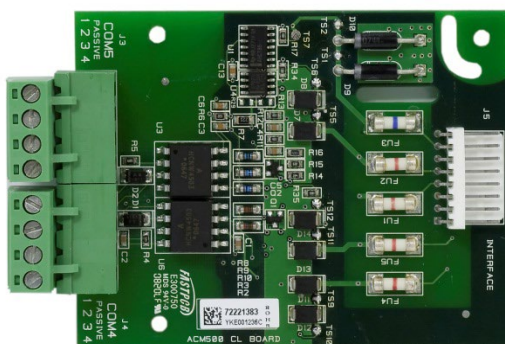
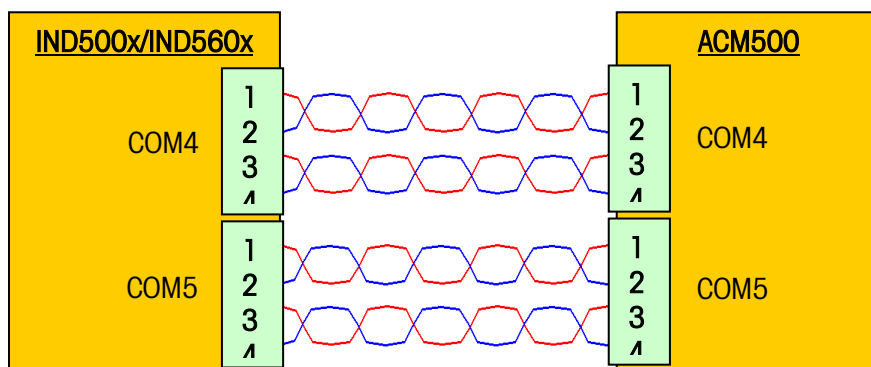

Figura 3-11: Placa de Interface de Circuito de Corrente
Figura 3-12: Fiação de Interface Serial de Segurança Intrínseca
- Siga as conexões de fiação mostradas na Figura 3-12 e na Tabela 3-3. Consulte a Figura 3-11 para ajudar a identificar as posições terminais. Mantenha a fiação interna o mais curta possível.